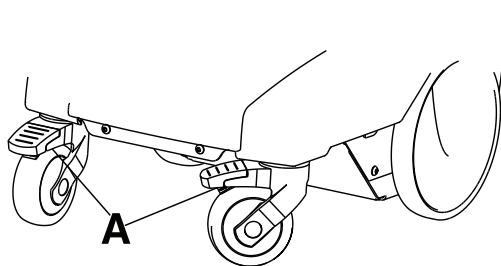

Figura 5-6: Travão das rodas
Para acionar os travões das rodas, empurre (A) (Figura 5-6 na página 5-23) com o pé.
Para soltar os travões das rodas, levante (A) (Figura 5-6 na página 5-23) com o pé.